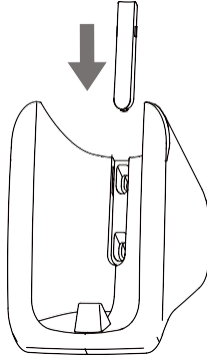

Figura 2.4
2) Coloque a tampa dos parafusos no interior do suporte, em cima dos parafusos (ver Figura 2.4);